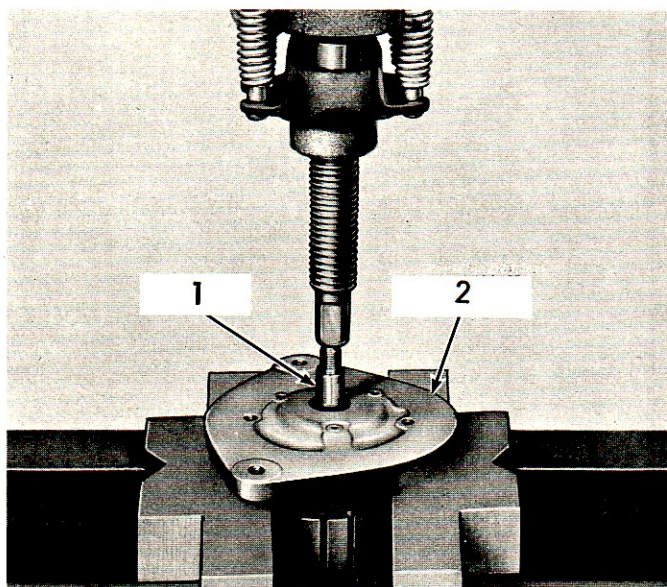

Fig. 13
5. Chasser l'induit du palier commande à l'aide d'une presse (Voir Fig. 13). Après avoir retiré le palier commande, enlever l'anneau d'arrêt et le collier de butée de l'arbre d'induit.